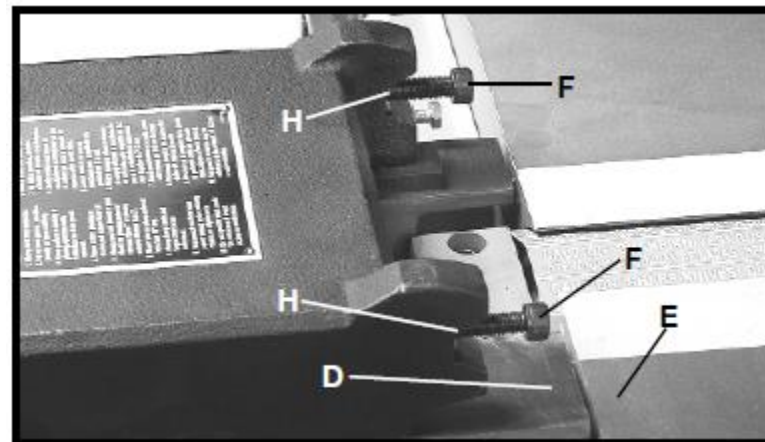
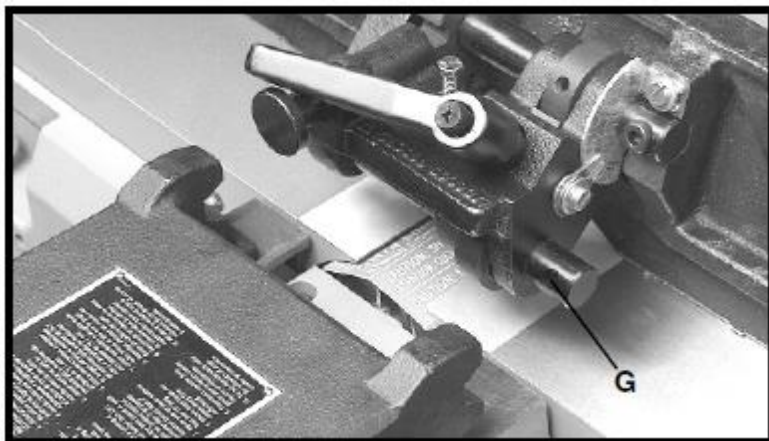

Рис. 9
Рис. 10
ПРИМЕЧАНИЕ: ВЕРХНЯЯ ПОВЕРХНОСТЬ (D), РИС. 9, УЗЛА КАРЕТКИ ПАРАЛЛЕЛЬНОГО УПОРА ДОЛЖНА БЫТЬ НА ОДНОМ УРОВНЕ С ВЕРХНЕЙ ПОВЕРХНОСТИ (E) ВЫВОДНОГО СТОЛА.
1. Вывернуть два винта с шестигранным шлицем М8 х 1,25-30 (F), рис. 9.
2. Совместить два отверстия, одно из которых показано в поз. (G), рис. 10, в параллельном упоре с двумя отверстиями (H), рис. 9, в узле каретки параллельного упора. Вставить винт в отверстие параллельного упора и ввернуть винт в резьбовое отверстие узла каретки параллельного упора и надёжно затянуть шестигранным ключом 6 мм. Повторить данную операцию в другом отверстии в параллельном упоре и узле каретки параллельного упора.